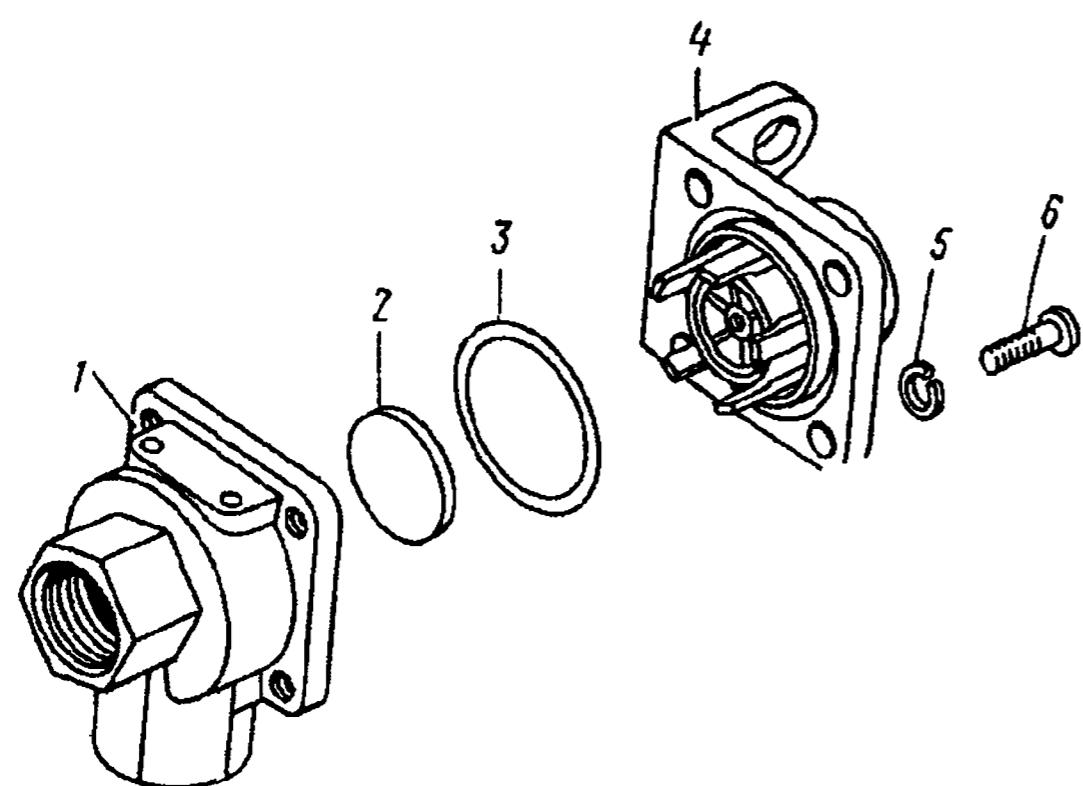

Рис. 315. Клапан двухмагистральный перепускной:
1. Выверните винты 6 (рис. 315) с шайбами 5 крепления крышки 4 к корпусу 1	Слесарный верстак, отвертка